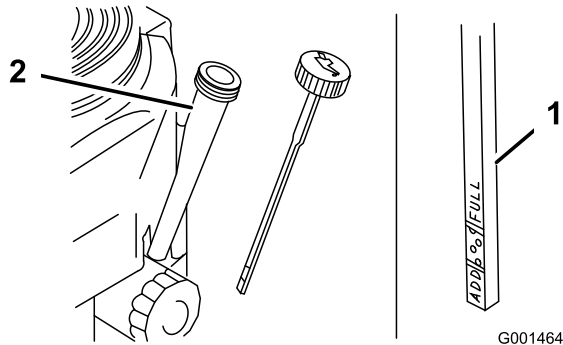

Figure 36
4. Nettoyez la surface autour de la jauge d'huile (Figure 36) pour éviter que des impuretés ne s'introduisent dans le goulot de remplissage, ce qui risquerait d'endommager le moteur.
5. Retirez la jauge d'huile et essuyez soigneusement son extrémité (Figure 36).
6. Remettez la jauge au fond du tube de remplissage, mais sans la visser (Figure 36).
9. Versez avec précaution environ 80% de la quantité d'huile spécifiée dans le goulot de remplissage (Figure 36)